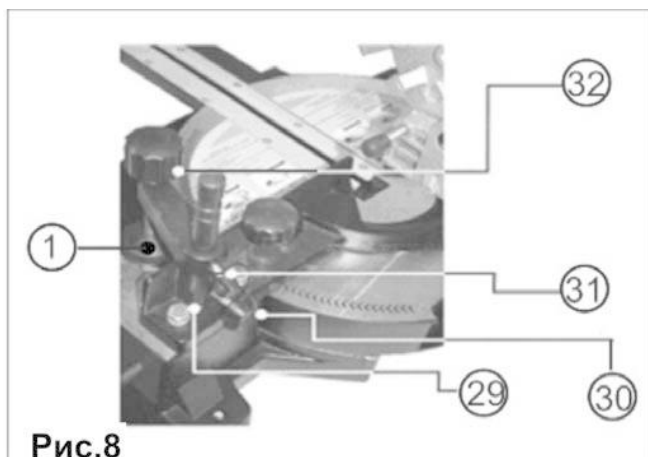

Рис.8
5.5. Установка и крепление обрабатываемой заготовки (Рис. 8)